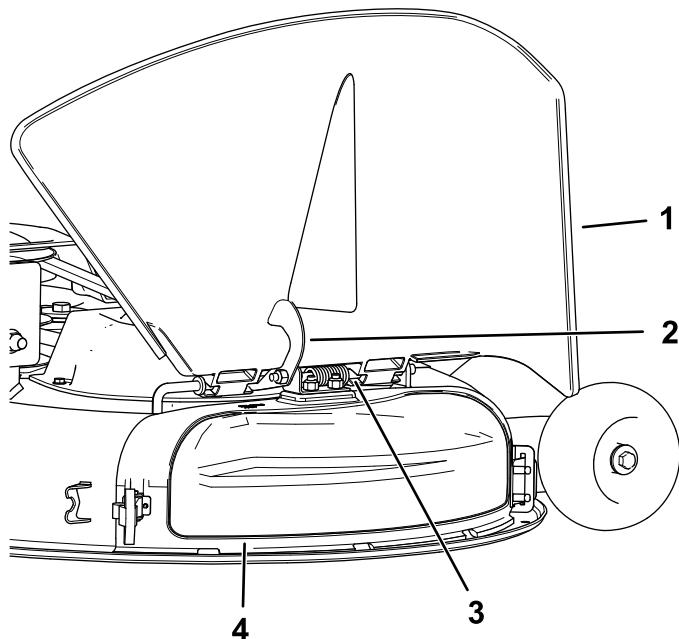

Figura 15
4. Liberate il dispositivo di chiusura a uncino sopra il coperchio dello scarico dall'asta di rotazione (Figura 15).
- Sopra il coperchio dello scarico, agganciate il dispositivo di chiusura a uncino a l'asta di rotazione del gruppo deflettore (Figura 15).